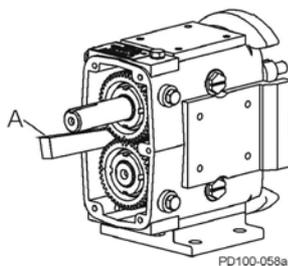

Abb. 60 Wellendrehung verhindern
4. Verwenden Sie einen Holz- oder Kunststoffkeil (Abb. 60, Pos A), um sicherzustellen, dass sich die Wellen nicht drehen können. Wenn Sie keinen Keil zur Verfügung haben, verwenden Sie ein Stofftuch, um die Zahnräder zu blockieren, oder, falls sich ein Rotor auf der Welle befindet, blockieren Sie den Rotor mit einem Kunststoffbolzen.